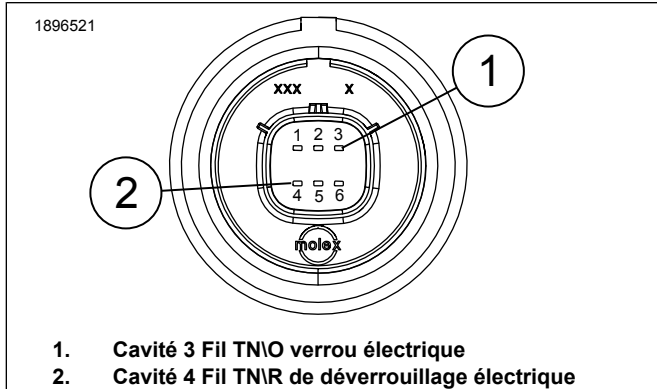

Figure 3. Connecteur de panneau à 6 voies [289A] Vue
- b. Voir la Figure 3. Retirez les bouchons d'étanchéité des cavités 3 et 4 dans le nouveau connecteur de panneau à 6 voies de la sacoche droite [289A].
- c. Insérez la borne du fil de verrou électrique TN/O dans la cavité 3 (1).
- d. Insérez la borne du fil de déverrouillage électrique TN/R dans la cavité 4 (2).